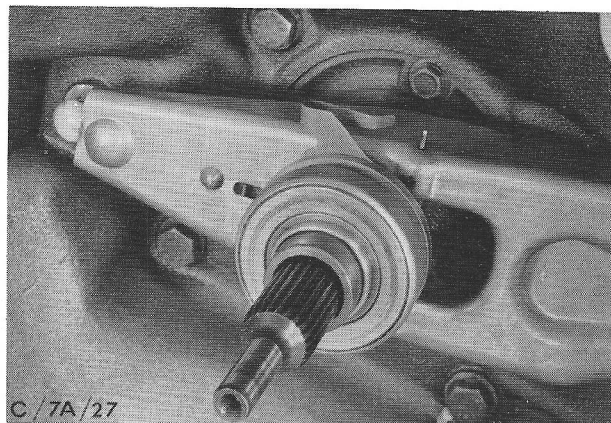

Fig. 122 Druk-lager en koppelingvork verwijderen.
1. Verwijder het koppelingdruk-lager, tezamen met de koppelingvork (fig. 122). Verwijder het koppelinghuis (4 bouten).